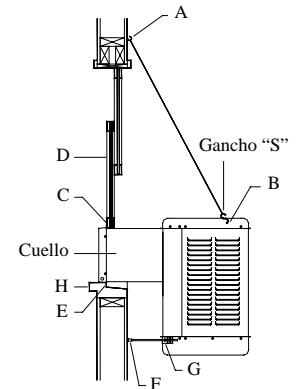

Fig. 2
Ponga los dos ganchos para la cadena arriba del cuello del enfriador, separados por una distancia equivalente al ancho de la unidad (A-fig. 2). Enganche una cadena en cada gancho y luego enganche un gancho “S” en cada cadena. **NOTA:** Los ganchos que vienen con ésta unidad tienen rosca de tornillo para madera y son para uso en paredes de madera. Las paredes de concreto o ladrillo requieren el uso de tuercas mariposas de suficiente fuerza o anclas con ganchos de acoplamiento.
**en la ventana.** Coloque el cuello del enfriador dentro de la ventana para que la parte inferior de la pestaña del cuello se asiente en la repisa de la ventana y la pestaña (E-fig. 2) se ajuste contra el borde de la repisa (H-fig. 2). Con el enfriador situado en la ventana, enganche los ganchos “S” en los agujeros encontrados en la esquina trasera superior de la unidad (B-fig. 2).
- **Coloque la ventana detrás de la guarda de retención.** Levante la parte trasera del enfriador para que la ventana (D-fig. 2) pueda bajarse y quedar detrás de la parte superior de la guarda de retención (C-fig. 2).
- **Ajuste las patas.** Saque las patas (F-fig. 2) para que los topes de hule descansen contra el costado de la pared. Apriete el tornillo del collar (G-fig. 2).